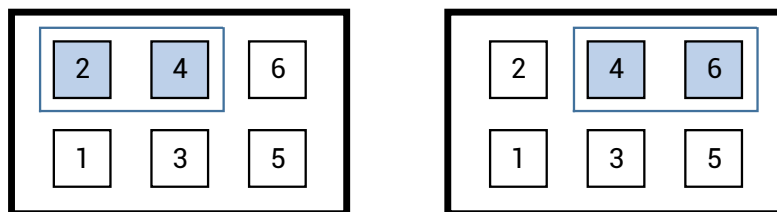

图 3-3 VSEL 接口跳线帽安装说明（左：+12V 电源适配器供电；右：+5V USB 接口线供电）
| 3  | VSEL   | 电源通信选择接口：如图 3-3 所示，跳线帽连接 pin2、pin4 则电源为 12V 输入，通信接口为 DB9-232；跳线帽连接 pin4、pin6 则使用 USB 线连接电脑，实现 5V 电源输入及数据通信 |
- 1) 若用户使用 USB 接口线，则将 VSEL 处的跳线帽安装在右上角的两个排针上（如图 3-3 所示），再将 EVK 连接至电脑进行供电及数据传输。
- 2) 若用户使用 12V 电源适配器为 EVK 供电，则将 VSEL 处的跳线帽安装在左上角的两个排针上（如图 3-3 所示），另外使用直连串口线进行数据传输。